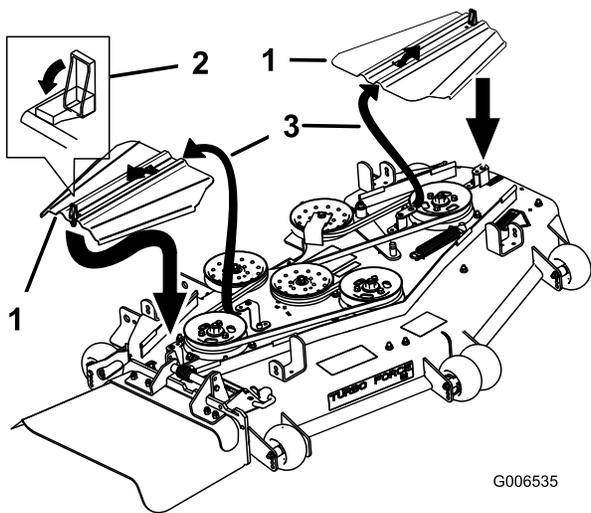

Figura 64
12. Instale las cubiertas de las correas deslizando la cubierta sobre la pestaña, instale los pernos y cierre los enganches (Figura 64).